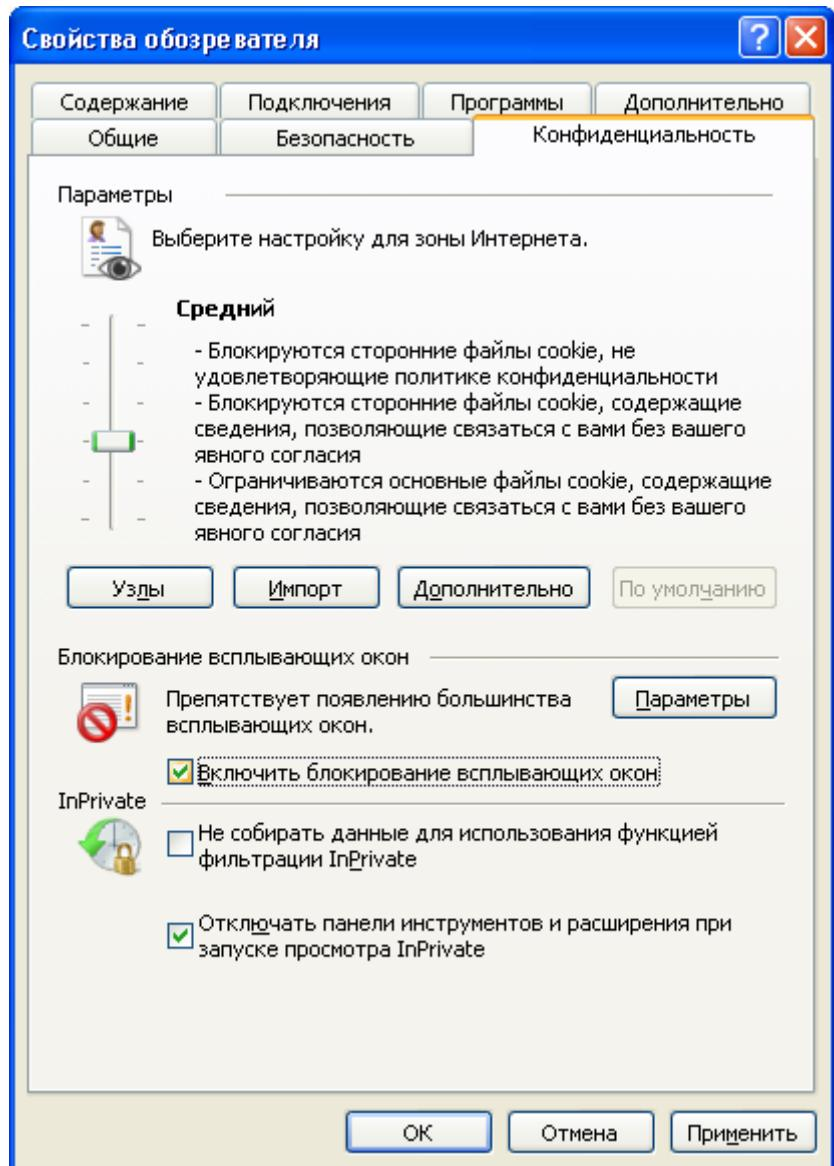

Рисунок 141 Вкладка «Конфиденциальность»
2. Снимите в браузере блокировку всплывающих окон. Для браузера Internet Explorer в меню выберите пункт Сервис ->Свойства обозревателя. Вкладке «Конфиденциальность» снимите галочку напротив «Включить блокирование всплывающих окон» (рис. 141).